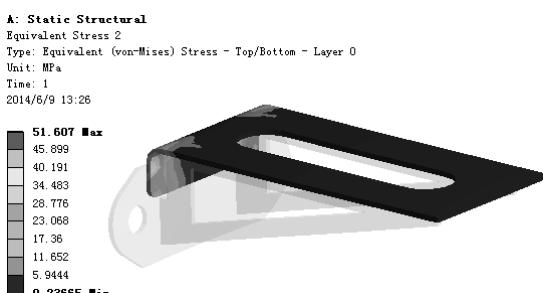

图 7.11.22 应力结果图解 (UP-SHEET)
(4) 查看 UP-SHEET 零件应力结果图解。在“Outline”窗口中选中  **Equivalent Stress 2**，查看图 7.11.22 所示的零件 UP-SHEET 的应力结果，其最小应力为 0.23665MPa，最大应力为 51.607MPa。